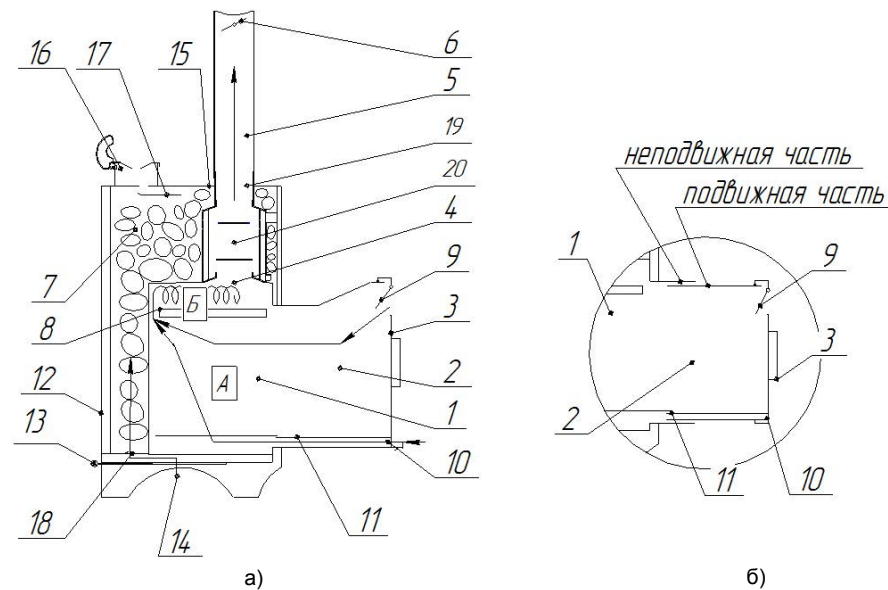

Рисунок 4.1.2. Принципиальные схемы. а) печь с закрытой каменкой (экран), б) телескопический тоннель
4.2. Печи паровые для бани с закрытой каменкой (рис.4.1.2) включают в себя следующие основные элементы: